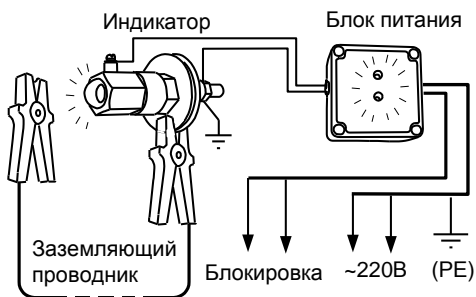
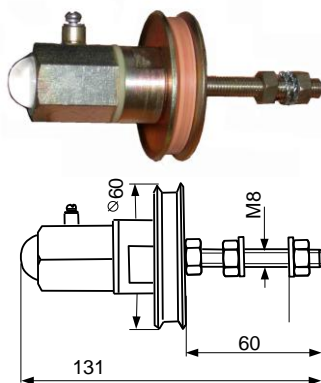
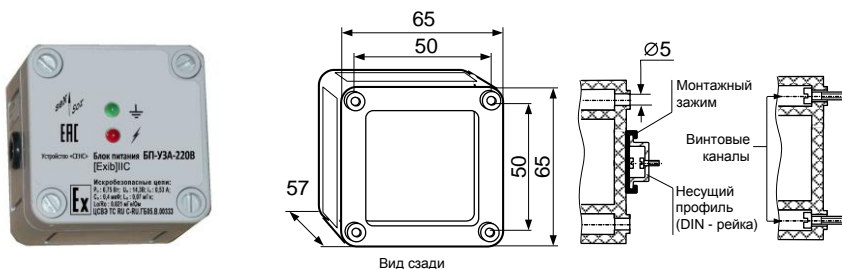

Рис. 7 Устройство УЗА-220В
Рис. 8 Индикатор УЗА-220В
Рис. 9 Блок питания БП-УЗА-220В
4.2.1. **Устройство:** В состав устройства заземления автоцистерн УЗА-220В (рис. 7) входит индикатор УЗА-220В (рис. 8), заземляющий проводник (рис. 13) и блок питания БП-УЗА-220В (рис. 9).
Индикатор УЗА-220В (рис. 8) состоит из металлического корпуса с резьбовой шпилькой М8, дисковыми контактами, разделенными изолирующей шайбой, и съемного колпачка, в котором находятся яркий светодиод красного цвета (угол обзора 180°) и плата контроллера, залитые компаундом. На шпильке М8 установлены гайки, и зубчатые шайбы, обеспечивающие, при затяжке, надежный электрический контакт для отвода статического электричества.
Блок питания (рис. 9) выполнен в пластиковом корпусе, на лицевой панели которого имеются два светодиода зеленого и красного цвета с маркировкой « $\perp$ » и « $\nearrow$ » соответственно.